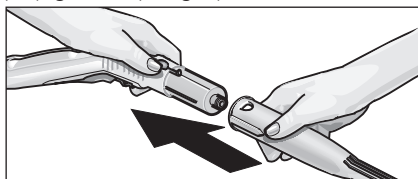

Fig. 2: Påsætning af tilbehør på damp pistolen
- Forbind den ønskede tilbehørsdel (D1,E1,F1) med damp pistolen (C1). Stik den rørformede ende af det valgte stykke tilbehør på damp pistolen (C1). Skub tilbehørsdelen på damp pistolen og lad åbnetasten (C2) gå i hak (se fig. 2).